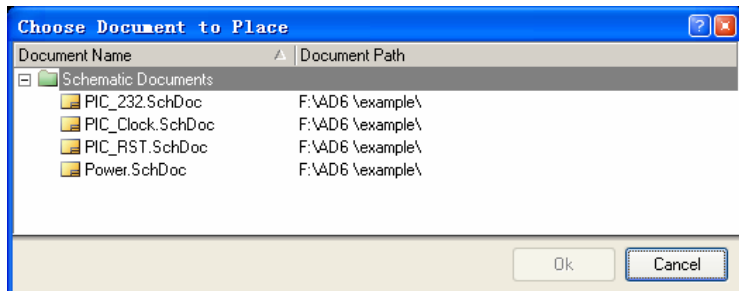

图 4.21 “Choose Document to Place”对话框
(6) 在主菜单中选择“Design”->“Creat Sheet Symbol From Sheet”命令，打开如图4.21所示的“Choose Document to Place”对话框。